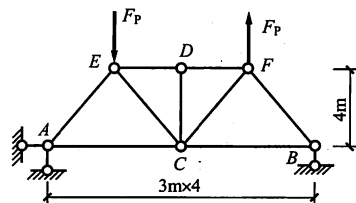

图 4-53
4-11 计算图 4-53 所示荷载作用下的静定桁架。(1) 求各杆轴力; (2) 求结构 C 点的水平位移 Δ_{HC} 和竖向位移 Δ_{VC} 。已知: 各杆截面相同, 即 EA =常数。(长安大学 2008)